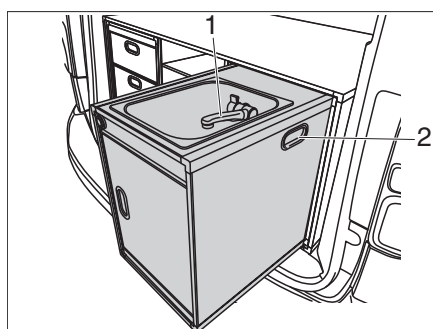

Fig. 15 Modulo di lavaggio
Se necessario, il modulo di lavaggio può essere smontato. Il rubinetto dell'acqua (Fig. 15,1) e la funzione di ricarica della presa USB possono continuare ad essere utilizzati anche quando sono smontati. Se la batteria campbox sul retro del modulo di lavaggio è carica, il modulo può essere utilizzato anche all'aperto.
- Afferrare gli incavi (Fig. 15,2) a sinistra e a destra, sollevare il modulo di lavaggio ed estrarlo dal veicolo.